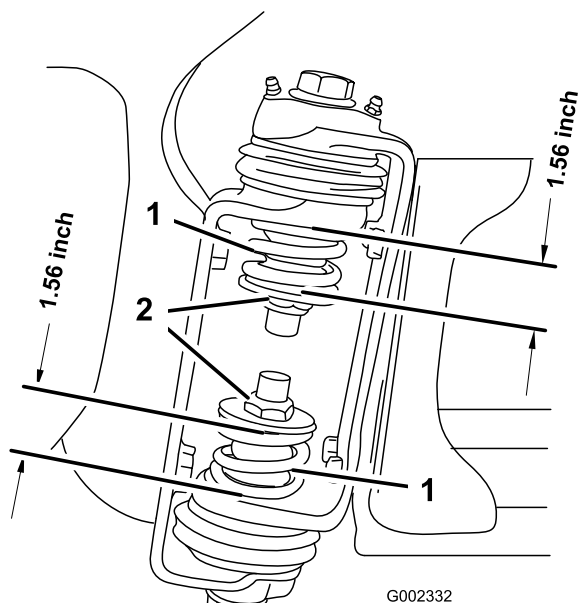

Figura 8
3. Na dobradiça da rampa, meça a compressão das molas superior e inferior enquanto as rampas estão na sua posição estendida (Figura 8).